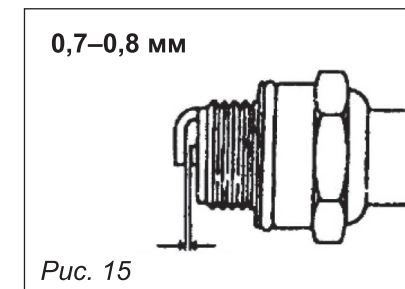

Рис. 15
• Проверьте зазор между электродами специальным плоским щупом. Нормальный зазор должен составлять 0,7–0,8 мм. При необходимости отрегулируйте величину зазора, осторожно подгибая боковой электрод (рис. 15).